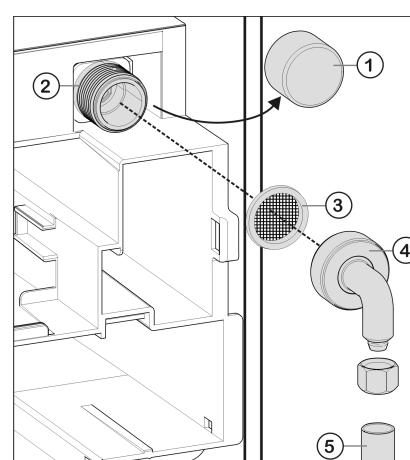

Fig. 32
- Retire el tapón Fig. 32 (1) de la electroválvula Fig. 32 (2).
- Asegúrese de que la junta Fig. 32 (3) está introducida en la pieza angular Fig. 32 (4) suministrada.
- Conecte la pieza angular Fig. 32 (4) en la electroválvula Fig. 32 (2) y apriétela, por ejemplo, con una llave de boca.
- Conecte la tubería doméstica Fig. 32 (5) (por ejemplo, de cobre) en la pieza angular Fig. 32 (4).